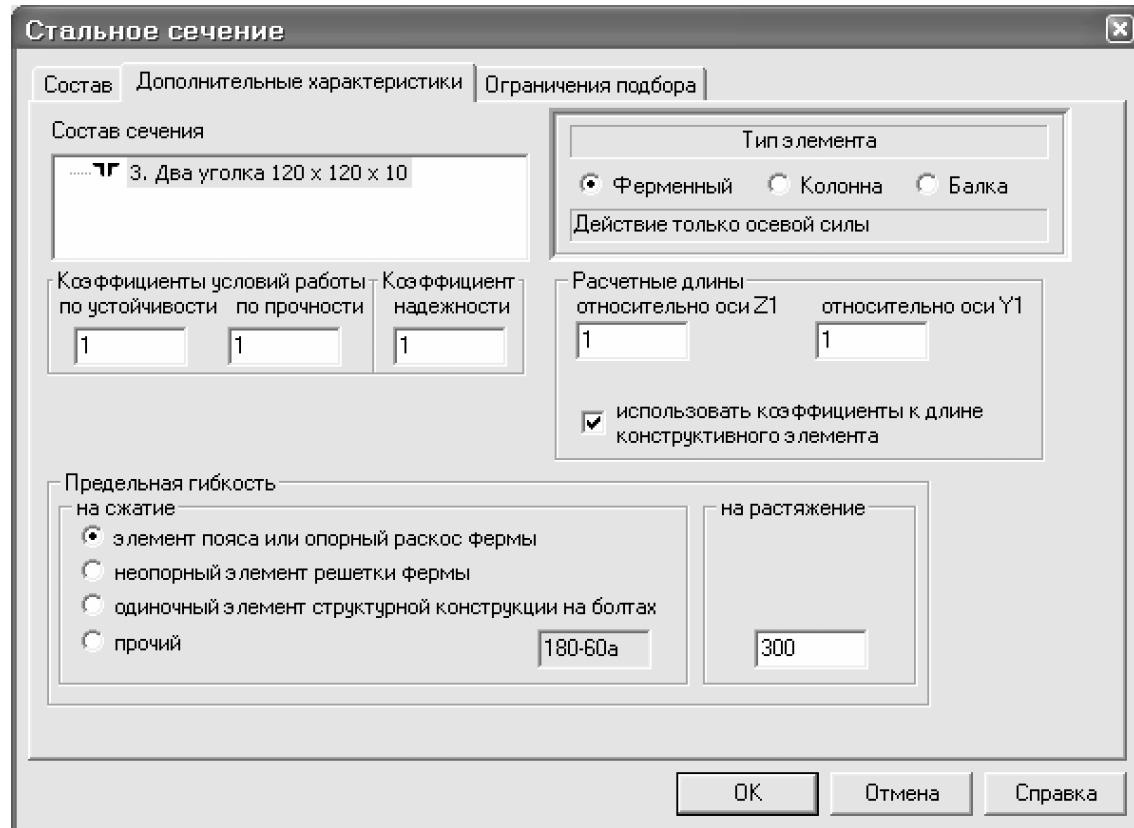

Рис.3.28. Диалоговое окно Стальное сечение
- После этого щелкните по закладке **Дополнительные характеристики** (рис.3.28) и активизируйте радио-кнопку **Ферменный**.